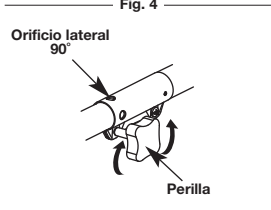

Fig. 5
- Gire la perilla en sentido antihorario para aflojarla (Fig. 5).
- Gire la perilla en sentido horario para ajustarla (Fig. 5).
Para recortar bordes mientras usa el accesorio de corte de cabeza de línea con modelos EZ-Link™, trabe el botón de desconexión en el orificio lateral de 90° (Fig. 5).